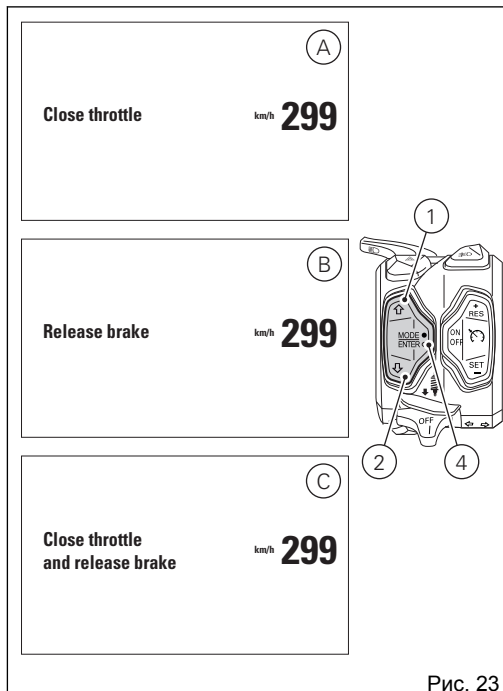

Рис. 23
- если ручка газа выжата, приборная панель выводит на дисплей сообщение «CLOSE THROTTLE» (А, Рис. 23). Только если ручка газа отжимается, подтверждается и записывается в память выбранный стиль вождения и возвращается стандартная страница;
- если ручка газа отжата, но тормоза нажаты, приборная панель выводит на дисплей сообщение «RELEASE BRAKES» (В, Рис. 23). Только если тормоза отпускаются, подтверждается и записывается в память выбранный стиль вождения и возвращается стандартная страница;
- если ручка газа выжата или тормоза нажаты и мотоцикл едет, на дисплее приборной панели появляется индикация «CLOSE THROTTLE AND RELEASE BRAKES» (С, Рис. 23). Как только все условия будут соблюдены (ручка газа отжата, тормоза отпущены или мотоцикл стоит), приборная панель подтвердит и запишет в память выбранный стиль вождения, а потом выведет на дисплей стандартную страницу.